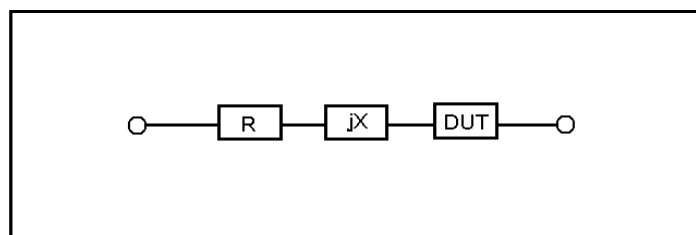

图 3-12 寄生阻抗
3.9.2 短路：用于消除和减小与被测元件相串联的寄生阻抗（R, X）造成的误差。如图 3-12 所示。